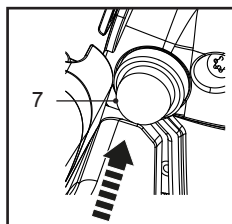

Fig. 19
3. Apasă starterul (7) până când bula se umple cu combustibil (de 6 ori) (Fig. 19).